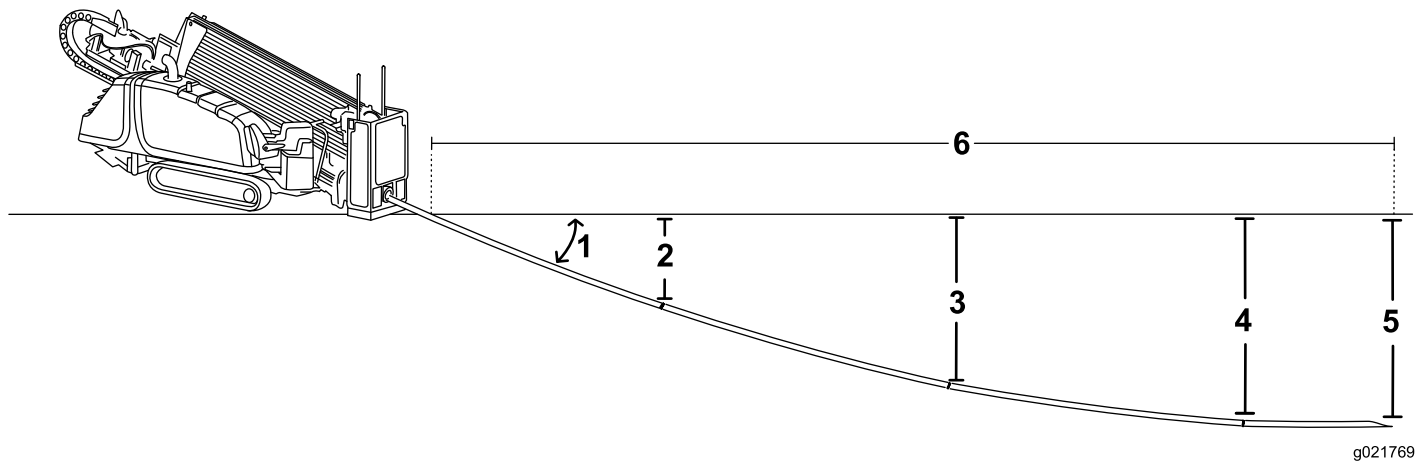

Рисунок 55
- Вы вставляете первые 3 м (10 футов) буровой трубы с долотом в землю без изгиба. Конец бурового долота будет на глубине 53 см (21 дюйм) (Рисунок 55).